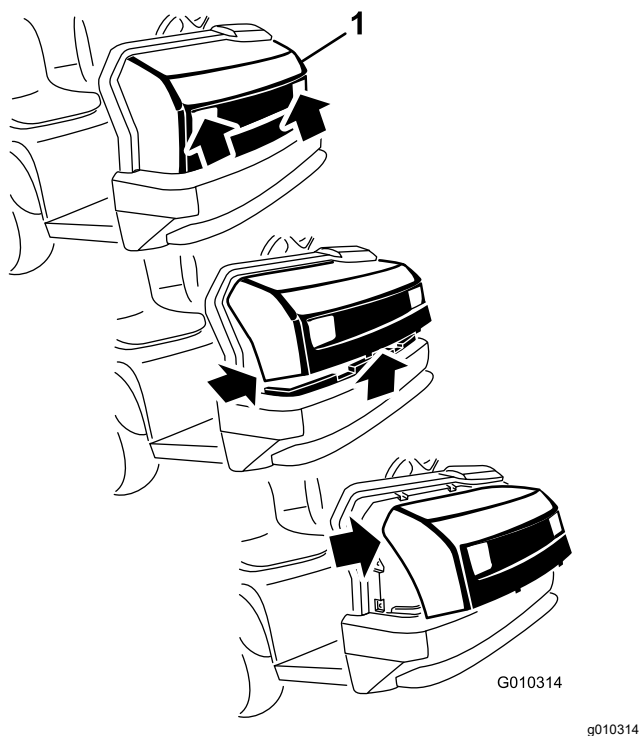

Figure 39
3. Pivotez le haut du capot en avant et débranchez les connecteurs des fils qui sont reliés aux phares (Figure 39).
1. Saisissez le capot par les ouvertures des phares et soulevez-le pour dégager les pattes de fixation inférieures des fentes du cadre (Figure 39).
2. Faites pivoter le bas du capot vers le haut jusqu'à ce que vous puissiez dégager les pattes de fixation supérieures des fentes du cadre (Figure 39).